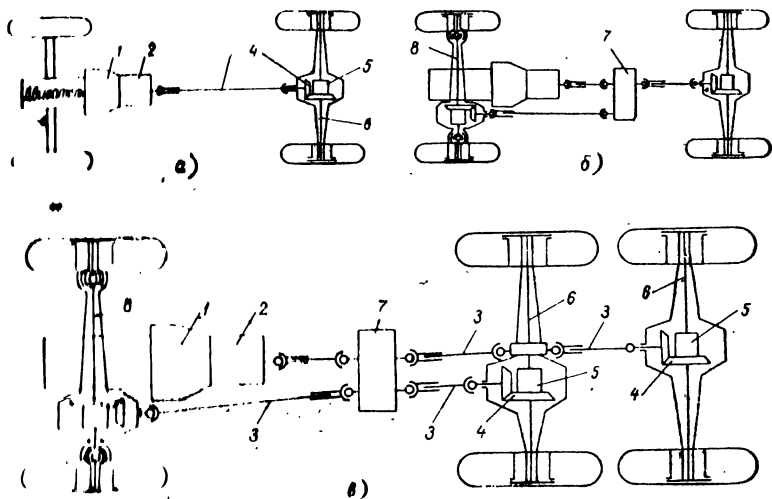

Рис. 26
IV. На рис. 26 изображены условно трансмиссия автомобилей ГАЗ-53А, ГАЗ-66 и ЗИЛ-131. Какими буквами они обозначены?
V. Какими цифрами (рис. 26) обозначены сцепление, коробки передач, раздаточная коробка?
VI. Какие механизмы трансмиссии обозначены (рис. 26) цифрами 3, 4, 5?
VII. Какие детали трансмиссии обозначены (рис. 26) цифрами 6 и 8?
VIII. В какой последовательности (рис. 26 в) передается крутящий момент от двигателя к переднему ведущему мосту автомобиля ЗИЛ-131?